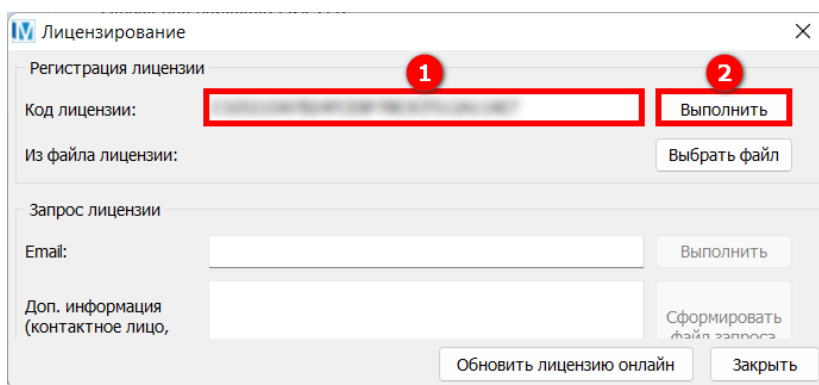

Рисунок 24 – Регистрация и активация ПО – Заполнение кода лицензионного ключа
- Путем заполнения кода лицензионного ключа. Для этого необходимо заполнить данные кода лицензии в соответствующее поле (1) (см. рисунок 24). Далее нажать на кнопку **Выполнить** (2). Процесс регистрации и активации ПО будет завершен автоматически после обработки данного запроса правообладателем.